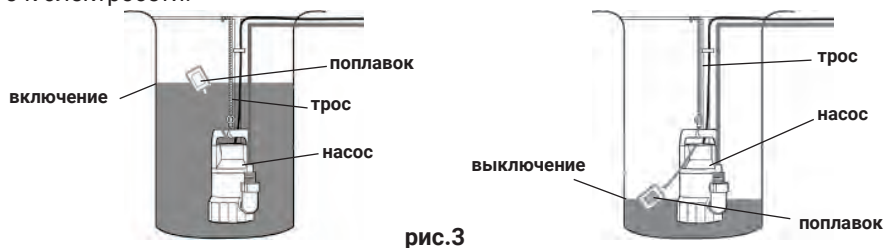

рис.3
3.3 Насос оснащён поплавковым выключателем, который необходимо отрегулировать на определенный уровень воды для своевременного включения и выключения насоса, как изображено на рис.3. Убедитесь, что при минимальном